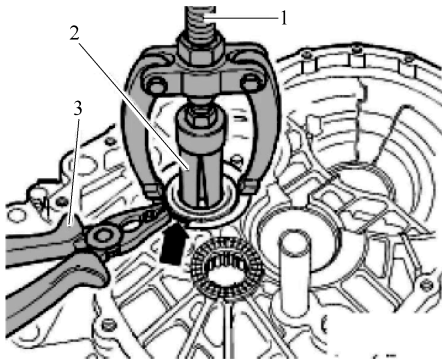

图 8-3-8 拉出离合器壳体中的滚柱轴承
7) 拉出离合器壳体中的滚柱轴承。在拉出过程中, 用钳子 3 夹住滚柱轴承的止推环(箭头), 如图 8-3-8 所示。